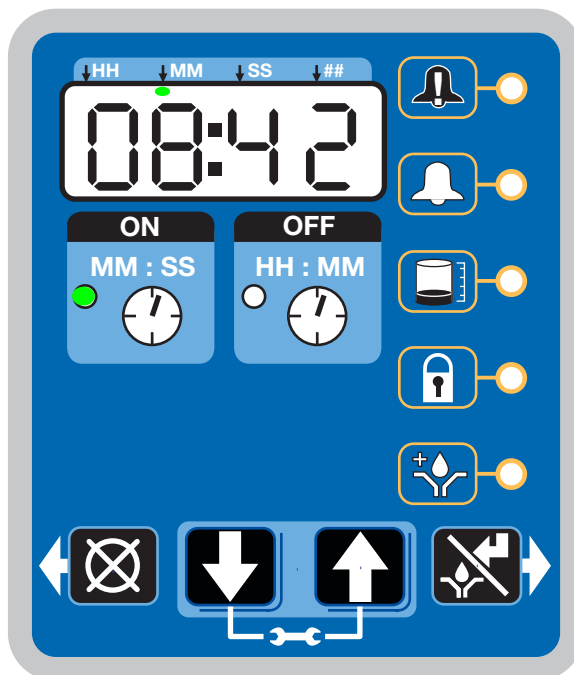

Рис. 35
- Когда счетчик времени простоя (ВЫКЛ) достигнет нуля, автоматический смазочный насос G3 включится и начнет выполнение запрограммированного рабочего (ВКЛ) цикла (Рис. 35).
- В примере, приведенном на Рис. 35, показано рабочее время (ВКЛ) 8 минут 42 секунды до завершения смазочного цикла.